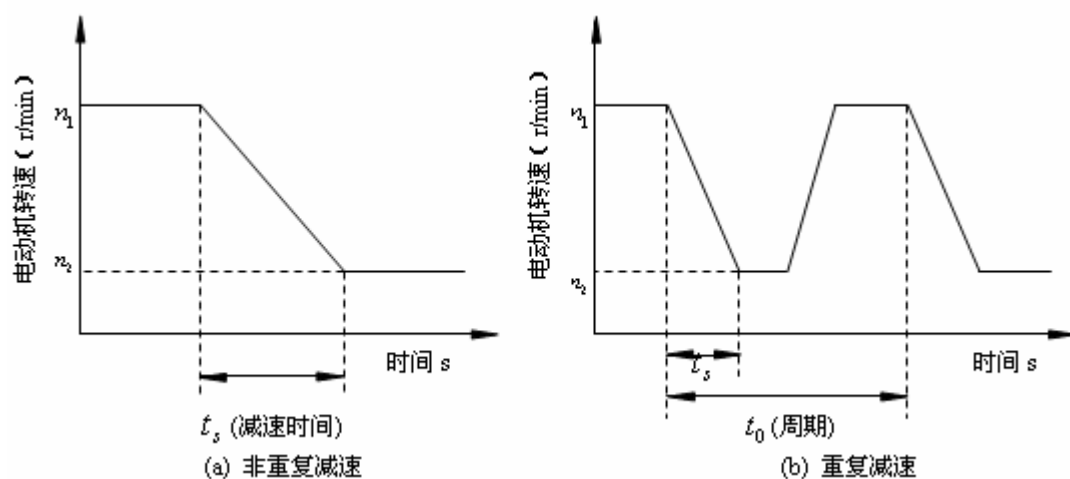
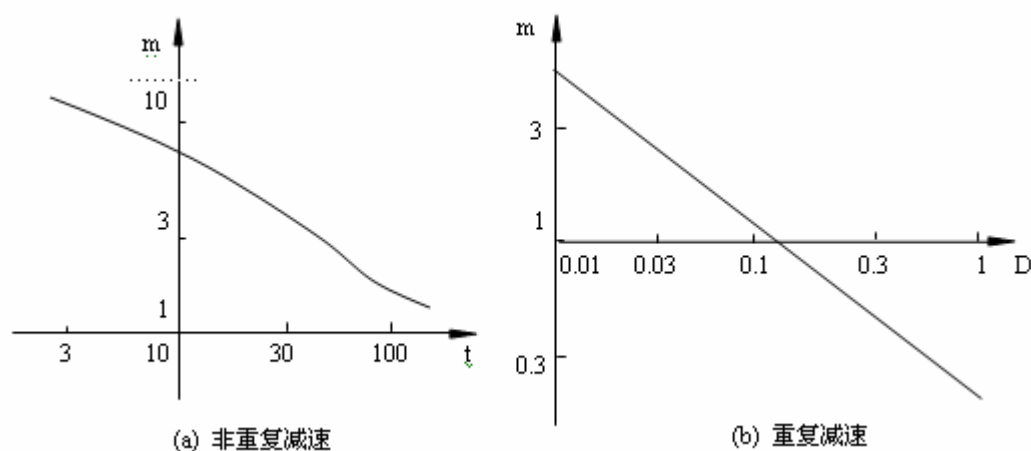

图 1-5 减速模式
图 1-6 电阻的功率增加率
(4) 计算制动电阻的额定功率 P_o (kw)。制动电阻的选择将根据电动机是否处于反复加减速模式而异。图 1-5 给出了减速模式，而图 1-6 则给出了通常作为制动电阻使用的一种电阻的功率增加率特性示意图。
在选择制动电阻时应根据电动机的减速模式首先根据图 1-6 求出功率增加率 m ，并利用前面求得的制动电阻的平均消耗功率 P_{ro} 决定制动电阻的额定功率 P_o 。